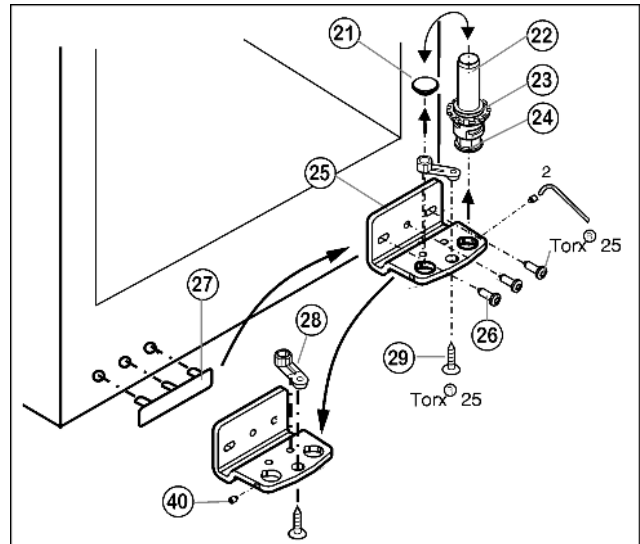

Fig. 6
- Dévisser la tige filetée Fig. 6 (40) avec la clé à six pans jointe d'env. 1 tour.
- Dévisser le pivot Fig. 6 (22) complètement avec le disque Fig. 6 (23) et le pied réglable Fig. 6 (24) par le haut.
- Enlever le bouchon Fig. 6 (21).
- Dévisser Fig. 6 (25) le support d'appui Fig. 6 (26).
- Dévisser complètement la tige filetée Fig. 6 (40) et la visser sur le côté opposé sur le support d'appui jusqu'à ce qu'elle soit à fleur du support d'appui.
- Dévisser Fig. 6 (28) et l'élément pivotant Fig. 6 (29) permuter dans le trou opposé du support d'appui, revisser à fond.
- Replacer le bouchon Fig. 6 (21) dans l'autre trou.
- Soulever le cache côté poignée Fig. 6 (27) avec précaution et le positionner sur le côté opposé.
- Revisser à fond le support d'appui Fig. 6 (25) sur le nouveau côté charnière en utilisant une visseuse sans fil si nécessaire, avec un couple de serrage de **4 Nm**.
- Replacer complètement le pivot Fig. 6 (22) avec le disque et le pied réglable.
- Serrer la tige filetée Fig. 6 (40).
- ▶ Placer la porte par le haut sur le pivot inférieur *Fig. 6 (22)*.
- ▶ Aligner éventuellement la porte par rapport aux deux trous oblongs du support d'appui inférieur *Fig. 6 (25)* pour qu'elle affleure avec l'habillage de l'appareil. Pour cela, dévisser la vis centrale.